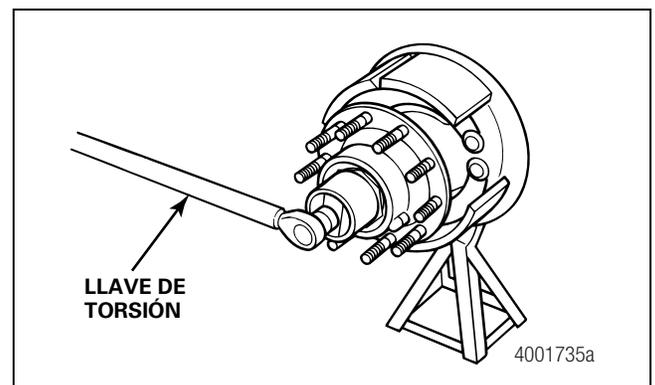

Figura 3.32
7. Utilice una llave de torsión para apretar la tuerca interna a 700-750 lbs-pie (952-1020 N•m) al tiempo que gira la maza por lo menos cinco vueltas completas. Debido a los altos valores de torsión requeridos, es conveniente utilizar un multiplicador de torsión. A la hora de instalar la tuerca interna tenga cuidado de que la llave no dañe el sello externo de la maza. Figura 3.32. **ⓘ**